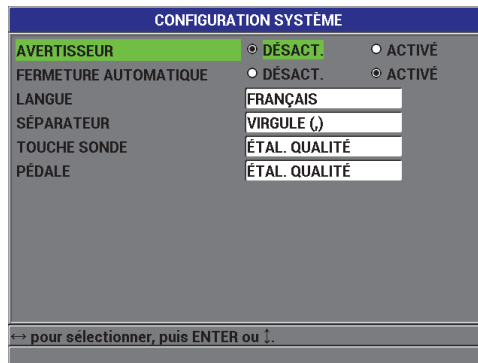

Figure 3-1 Écran CONFIGURATION SYSTÈME
3. Dans l'écran **CONFIGURATION SYSTÈME** (voir la Figure 3-1 à la page 62) :